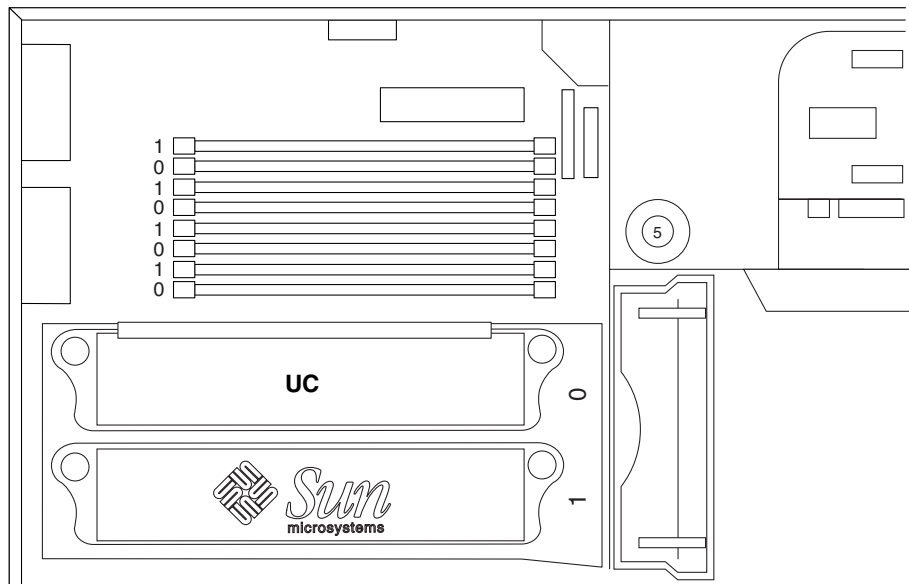

FIGURE 14 Blocs DIMM sur la carte mère
- Les modules de mémoire à double rangée de connexions (DIMM) du système sont disposés en deux blocs logiques, bloc 0 et bloc 1, chaque bloc comprenant quatre connecteurs. Reportez-vous à la FIGURE 14.
- Les modules DIMM installés en usine se trouvent par défaut dans les quatre connecteurs marqués « 0 » sur la FIGURE 14.